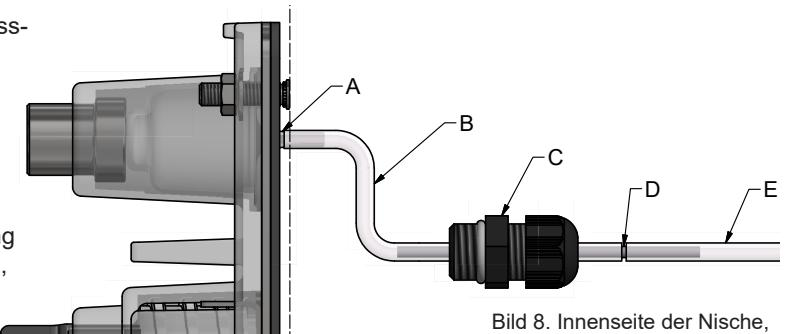

Bild 8. Innenseite der Nische,
1. Schneiden Sie ein Stück des mitgelieferten Schlauchs für Teil 1 (den inneren Teil) des Startschlauchs (B) zu, siehe Bild 8. Beachten Sie, dass für die Schlauchlänge künftige Servicearbeiten berücksichtigt werden müssen, egal ob der Wasserstand im Pool abgesenkt werden muss oder nicht.
2. Montieren Sie den Startschlauch Teil 1 am Anschlussnippel (A) in der Nische.
3. Ziehen Sie das andere Ende des Startschlauchs auf das Metallrohr (D) auf und lassen Sie etwa ein Drittel des Rohrs aus dem Schlauch herausragen.
4. Ziehen Sie den Schlauch mit dem Rohr durch die im Stopfen sitzende Kabelverschraubung (C). Das Rohr muss in der Mitte der Kabelverschraubung sitzen, wobei etwas Schlauch B außerhalb sein soll, siehe Bild.
7. Ziehen Sie Startschlauch Teil 2 (E) auf den Teil des Rohrs auf, der aus der Kabelverschraubung herausragt.